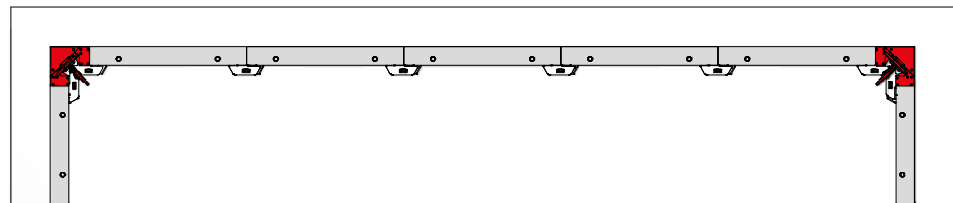

Abb. 34.1
1. Nach der Betonage M-Schalschlösser an Ausschalecke entfernen (Abb. 34.1).